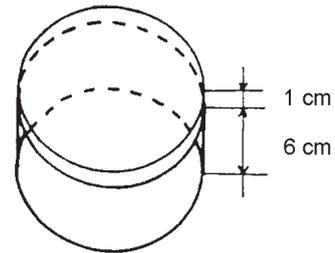

Figura 9
- Traza una línea alrededor de la lata C, con las medidas que te muestra la figura 9.